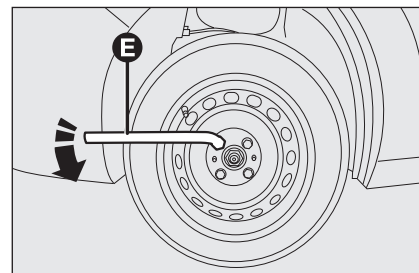

fig. 5
- desaperte, cerca de uma volta, os parafusos de fixação da roda a substituir com auxílio da chave fornecida **E-fig. 5**;